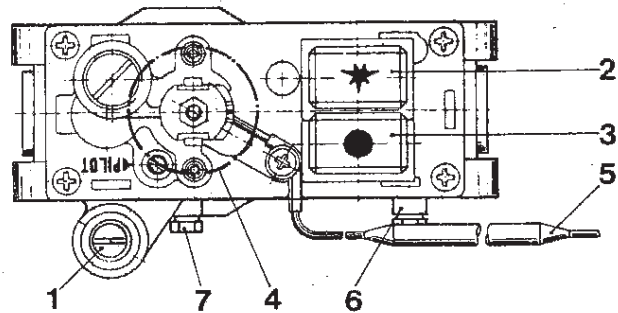

Figura 3
1. Para la medición de la presión de boquilla retirar el tornillo del racor del manómetro (figura 3, posición 7) e introducir la manguera del manómetro.
- Extraer el termósensor del revestimiento de inmersión, figura 3.